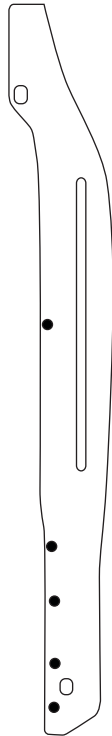

FIGURA 1
- Los puntos negros representan la ubicación de los cinco (5) remaches ciegos (W707638-S900C). (Consulte la Figura 1).